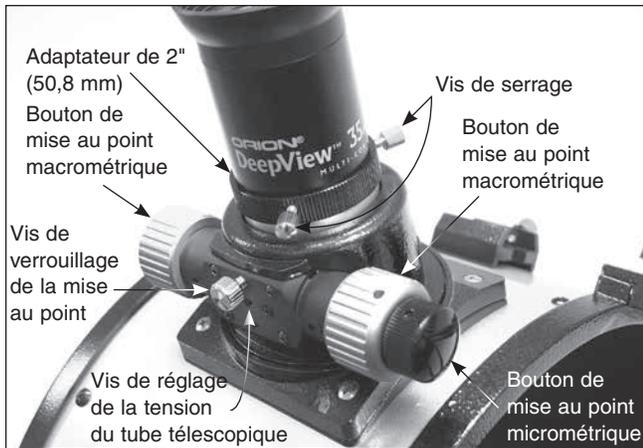

Figure 33. L'oculaire DeepView de 2" (50,8 mm) installé dans l'adaptateur 2" (50,8 mm) du porte-oculaire.
3. L'étape finale du processus d'assemblage consiste à insérer un oculaire dans le porte-oculaire du télescope. Tout d'abord, retirez le capuchon du tube télescopique du porte-oculaire. Pour utiliser l'oculaire DeepView 2" (50,8 mm), desserrez les deux vis de l'adaptateur 2" (50,8 mm) (à l'extrémité du tube télescopique du porte-oculaire) et retirez l'adaptateur 1,25" (31,75 mm). Placez ensuite l'oculaire 2" directement dans l'adaptateur et fixez-le avec les deux vis de serrage précédemment desserrées (**Figure 33**). L'autre oculaire et l'adaptateur 1,25" (31,75 mm) peuvent être rangés dans la tablette porte-oculaire.
Le XX14i est livré avec un porte-oculaire Crayford 2" (50,8 mm) à double vitesse (**Figure 33**). Ce grand porte-oculaire permet l'utilisation d'oculaires de 2" (50,8 mm) ou 1,25" (31,75 mm) et la conception Crayford évite que l'image ne se décale lors de la mise au point. Il dispose de boutons de mise au point macrométrique et micrométrique (11:1) pour plus de précision.
La vis de serrage à la base du porte-oculaire (**Figure 33**) permet de verrouiller le tube télescopique du porte-oculaire lorsque la mise au point du télescope est correcte. Avant de réaliser la mise au point, n'oubliez pas de desserrer cette vis.
à cause du poids de l'oculaire), vous pouvez procéder à un ajustement en serrant ou desserrant la vis de réglage de la tension du tube télescopique du porte-oculaire, située juste sous la vis de verrouillage de la mise au point (**Figure 33**). Ajustez cette vis de réglage à l'aide de la clé hexagonale de 2,5 mm fournie. Ne desserrez pas trop cette vis, de manière à conserver suffisamment de tension pour que le tube télescopique reste maintenu dans le porte-oculaire. L'autre vis de réglage sous la vis de réglage de la tension du tube télescopique n'affecte pas la tension du tube télescopique et ne devrait pas être ajustée.